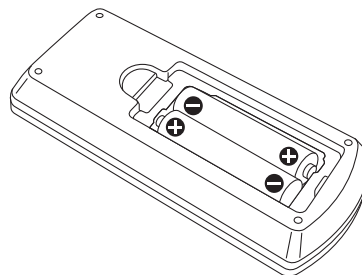

図 2
- 2) 電池を入れ、ふたを閉じる（⊖ 側から先に入れます）（図 2）